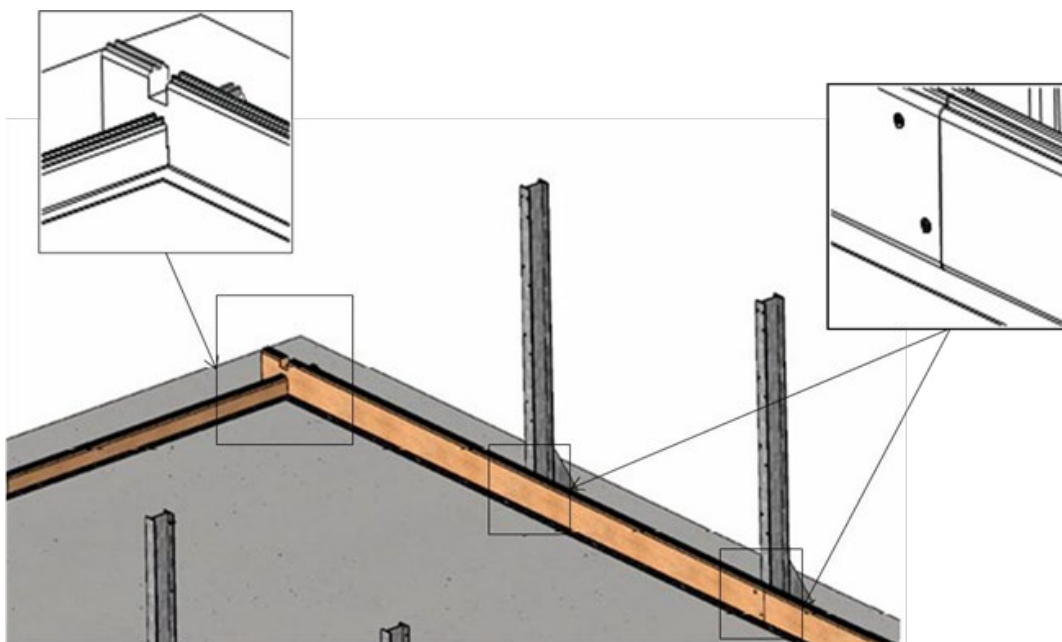

Abbildung 10 – Verkantung der Bohlen untereinander
- untereinander, wie in *Abbildung 10*, beschrieben mithilfe von 2 Schrauben pro Bohlenpaar und auf beiden Seiten mit einer Höhe von je 10 Bohlen, also insgesamt 80 A4-Edelstahl-Senkkopfschrauben 5 × 40 mit Torx-Gewinde bis 25 mm (Beutel C).